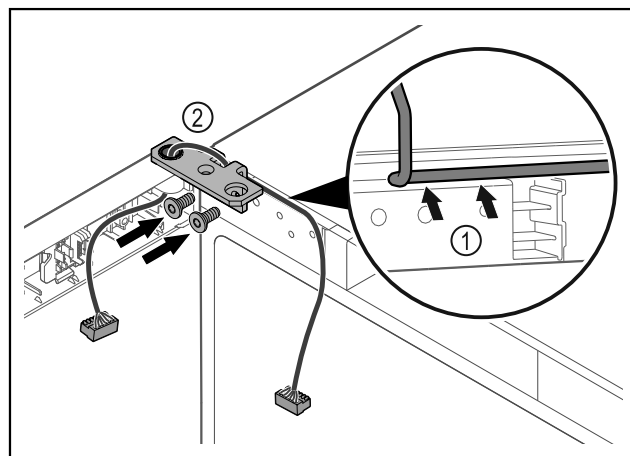

Fig. 48
- Περάστε το καλώδιο μέσα από το άνοιγμα της γωνίας μεντεσέ και τοποθετήστε το προσεκτικά Fig. 48 (1).
- Βιδώστε τη γωνία μεντεσέ Fig. 48 (2).